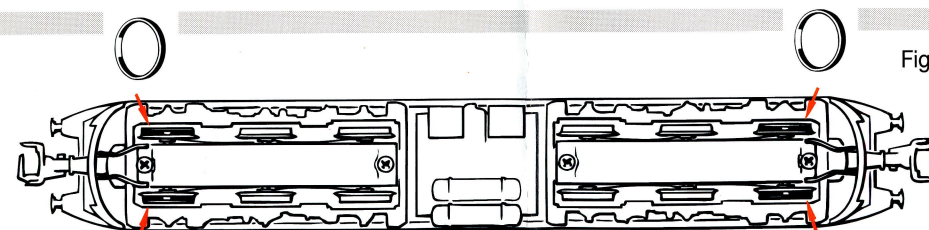

Fig. 11
Ausführung für Wechselstrom: siehe Fig. 11 + (I - XII).
A.C. operation: see fig 11 + (I - XII).
Version en courant alternatif: voir fig. 11 + (I - XII).